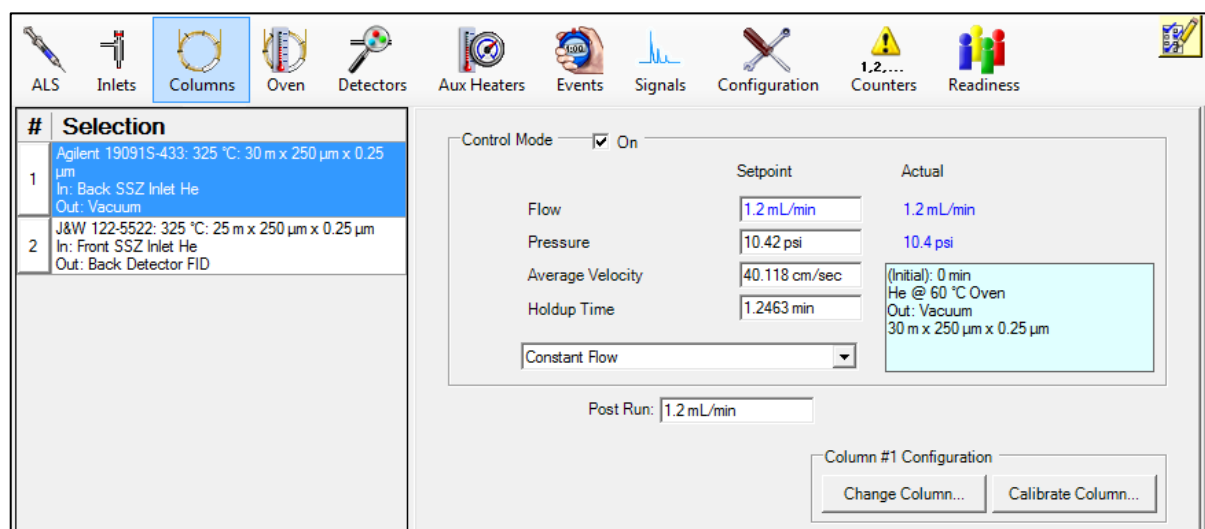

Figura 14. Ícone "Columns" da janela "GC Edit Parameters", incluindo exemplo de preenchimento de informações.
- 4.1.30** Clique no ícone "Columns" da janela "GC Edit Parameters" (Figura 14).